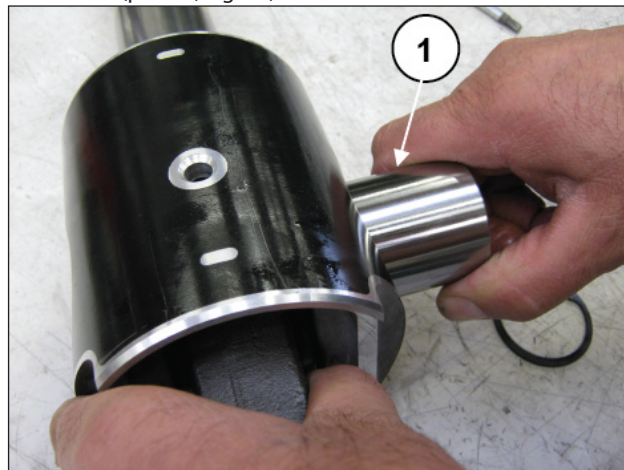
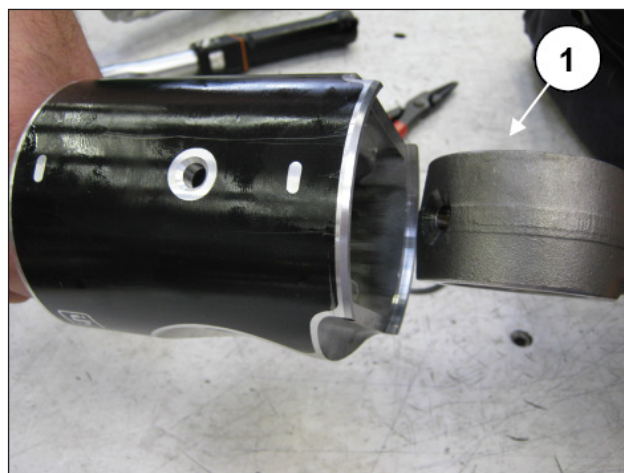

Fig. 44
Fig. 45
Sfilare lo spinotto (pos. ①, Fig. 44) e provvedere all'estrazione della biella (pos. ①, Fig. 45).